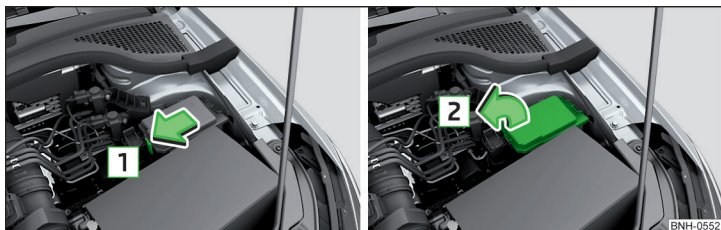
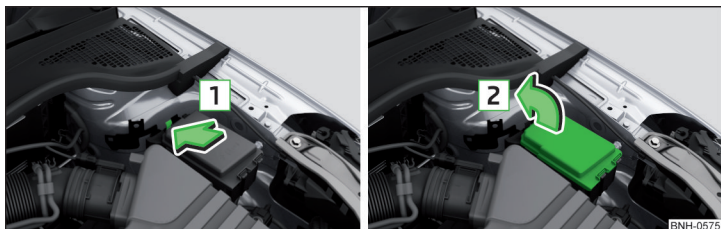

Abb. 266 Abdeckung des Sicherungskastens - Variante 1
Abb. 267 Abdeckung des Sicherungskastens - Variante 2
- › Die Verriegelungstaste der Abdeckung in Pfeilrichtung **1** » Abb. 266 bzw. » Abb. 267 drücken und die Abdeckung in Pfeilrichtung **2** abnehmen.